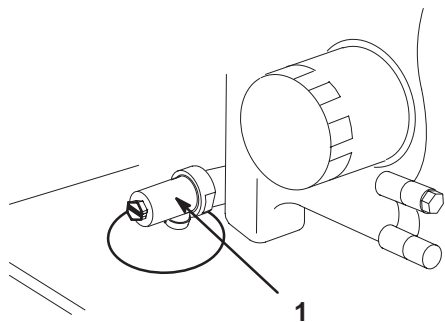

Figure 37
3. Placez un bac de vidange sous l'orifice de vidange. Ouvrez le robinet de vidange avec un tournevis à lame plate, une clé de 3/8 pouce ou de 10 mm (Fig. 37).
4. Tournez le robinet dans le sens horaire pour le fermer et dans le sens anti-horaire pour l'ouvrir (Fig. 37).
5. Quand toute l'huile s'est écoulée, refermez le robinet de vidange (Fig. 37).